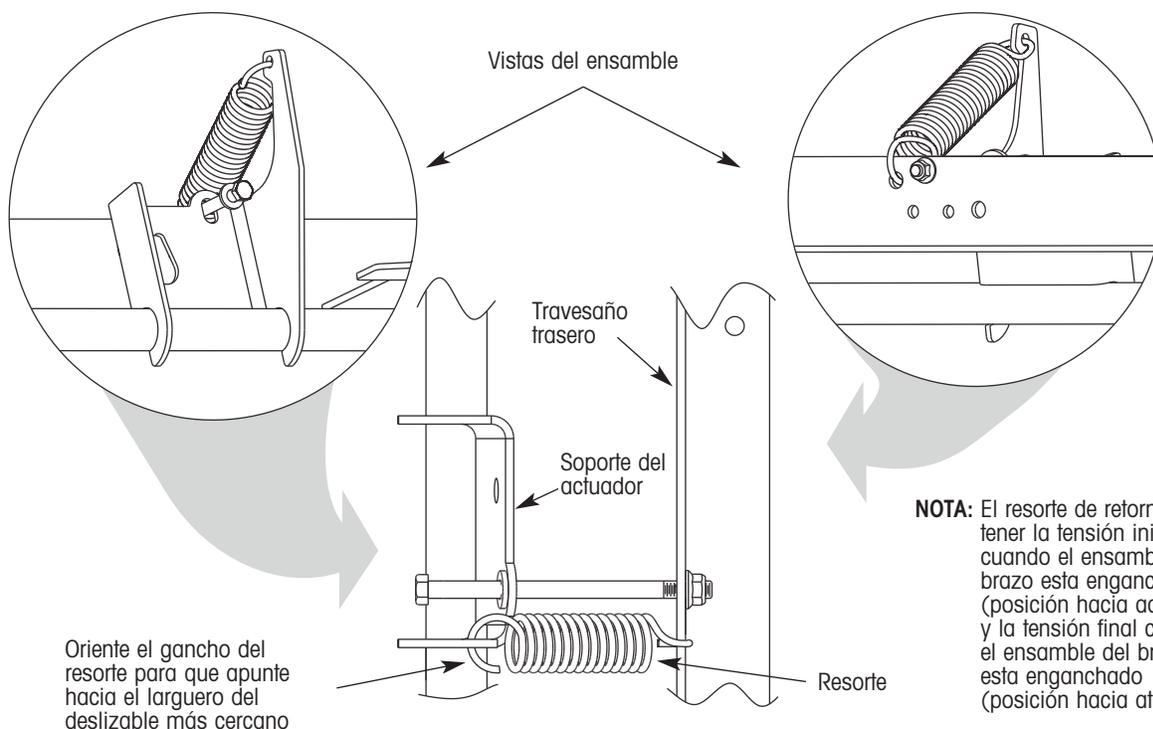

Figura 14. Detalles de la instalación del resorte
1. Enganche un extremo del resorte de retorno dentro del agujero del soporte del actuador (figura 14).
**IMPORTANTE:** El gancho del resorte debe apuntar hacia el larguero más cercano del deslizable (figura 14).
2. Estire el resorte sobre el travesaño trasero y enganche el otro extremo dentro del agujero apropiado en el travesaño trasero (figura 14).